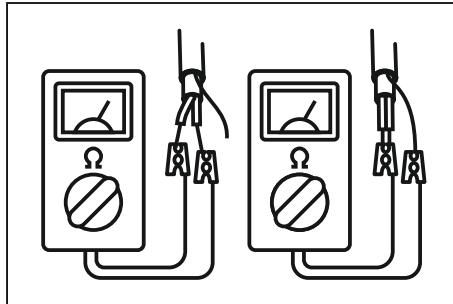

Рис. 1 – Измерение сопротивления нагревательных жил и изоляции
2. Измерить сопротивление нагревательных жил и изоляции (рис.1). Сопротивление нагревательных жил должно соответствовать данным в таблице 2. Сопротивление изоляции не должно быть менее 1 МОм при напряжении 2500 В.
6. После раскладки мата измерить сопротивление нагревательных жил и изоляции (рис. 1).
10. Измерить сопротивление нагревательных жил и изоляции после установки напольного покрытия (рис.1).